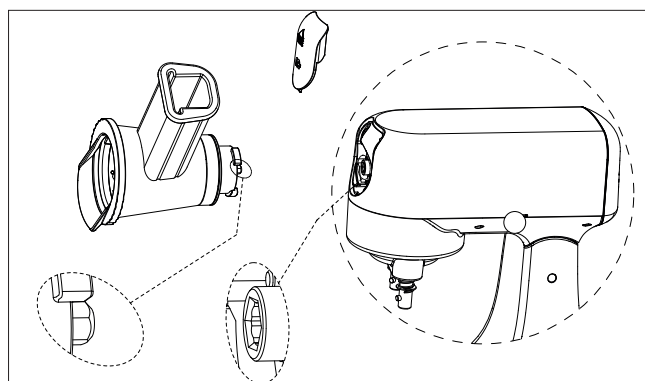

Fig. 25 – Montaggio dell'accessorio per verdure
4. Inserire l'accessorio affettaverdure nell'attacco del tritacarne con l'elemento esagonale sul davanti. L'apertura di riempimento dell'accessorio affettaverdure è rivolta verso destra (vedere Fig. 25).